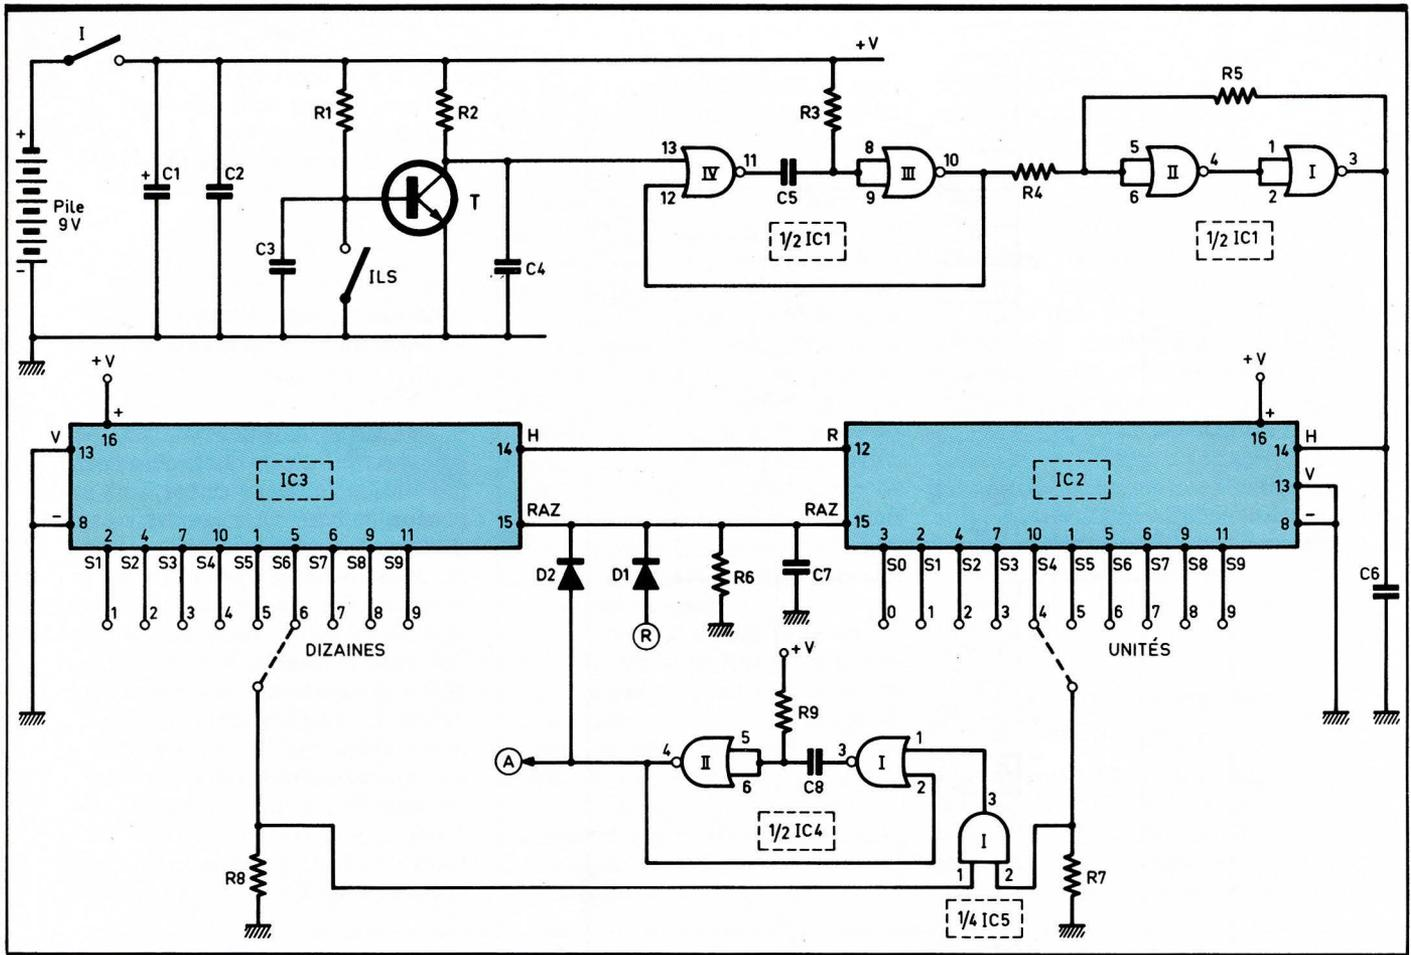

Fig. 3 Alimentation, mise en forme des impulsions et commande de l'incrémentation de la constante.
La tâche de l'amateur se résume à l'insertion des divers éléments conformément à l'implantation des éléments. La **figure 2** précise à titre indicatif le tracé des circuits imprimés à l'échelle, et la **figure 3** la mise en place des éléments.
a) Alimentation (fig. 3)
b) Mise en forme des impulsions de base (fig. 3)
c) Division des impulsions de comptage (fig. 3)
sont rappelés en **figure 7**. La sortie de report de IC₂ est reliée à l'entrée « Horloge » d'un second compteur du même type, IC₃. Les sorties décimales de ces compteurs aboutissent sur des picots destinés à la programmation du nombre par lequel la fréquence des impulsions doit être divisée. Ainsi, dans le cas de l'exemple présenté par la **figure 3**, lorsque le compteur des dizaines IC₃ occupe la position S₆, et celui des unités IC₂ la position S₄, les deux entrées de la porte ANDI de IC₅ se trouvent simultanément soumises à un état haut. Il en résulte un état haut sur la sortie de cette porte, qui est aussitôt transmis sur l'entrée de commande d'une seconde bascule monostable constituée par les portes I et II de IC₄. Cette bascule délivre aussitôt, à sa sortie, une brève impulsion positive d'une durée de l'ordre de la milliseconde, qui assure la remise à zéro des deux comp-
En définitive, et toujours dans le cas de l'exemple de la **figure 3**, on enregistre une brève impulsion positive toutes les 64 impulsions de base émanant de l'ILS, sur la sortie de la bascule monostable NOR I et II de IC₄.